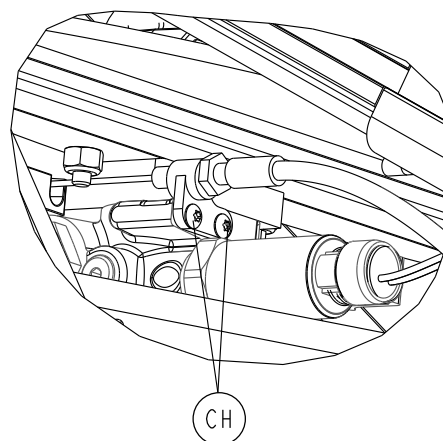

Figure 22 –
7. À l'aide d'une clé Torx T10, retirer les deux vis d'assemblage à tête ronde (CH) qui fixent le support du câble de déblocage manuel à l'ensemble hydraulique (Figure 22). Conserver les vis.